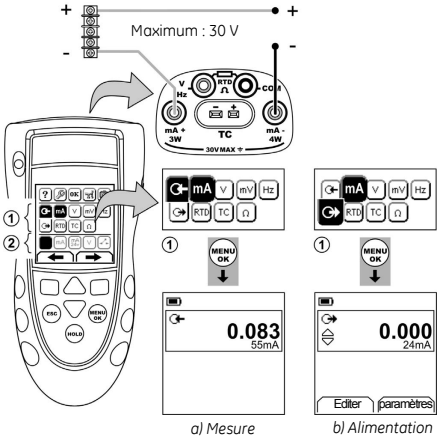

Figure 1 : Exemple de configuration - mesure/alimentation en mA avec boucle d'alimentation extérieure (zone ①)
- 1. Raccordez l'instrument (Figure 1, 2 ou 3) et, si nécessaire, réglez le menu Config. (Tableau 1).